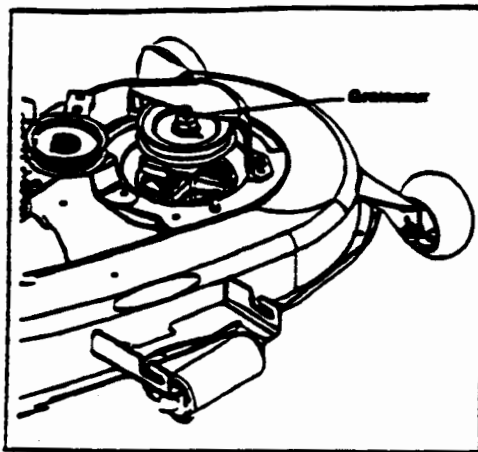

Figure 14
Les graisseurs sont situés au bout des arbres de fusée. Voir la figure 14. Employer une graisse de type 251H EP ou un équivalent polyvalent no. 2 au lithium après chaque 10 heures d'opération. À l'aide d'un pistolet graisseur, appliquer deux (2) charges (minimum) ou une petite quantité suffisante de graisse pour expulser la vieille graisse et la saleté.